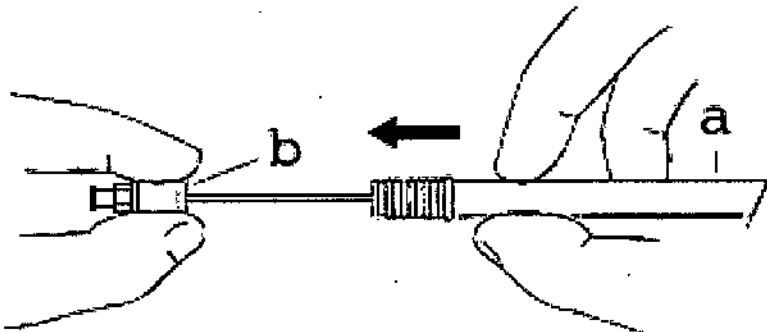

Fig. 6
4. Sostenga el extremo del conector de forma que quede inmóvil. El stent se desplegará al tirar del mango (a) hacia el conector (b). (Fig. 6) El marcador radiopaco del sistema de implantación (h) indica el progreso del despliegue.